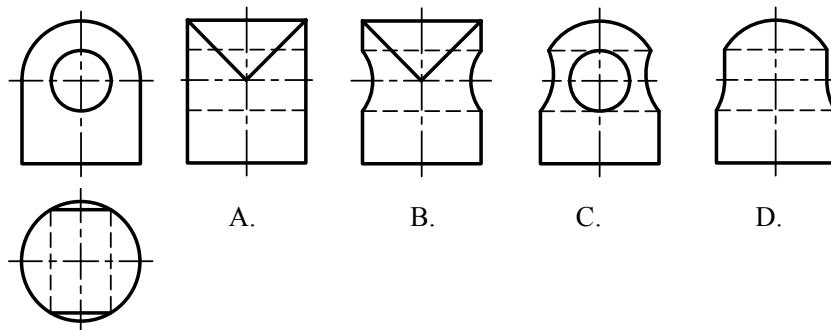

图 1-4
35. 根据图 1-4 所示主、俯视图, 则正确的左视图为( )。